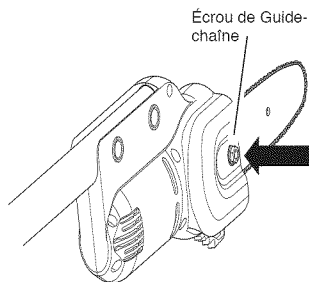

Figure 4 - Écrou du guide-chaîne desserré
1. Avant de régler la chaîne, assurez-vous que l'écrou du guide-chaîne est seulement serré à la main (voir la Figure 4).